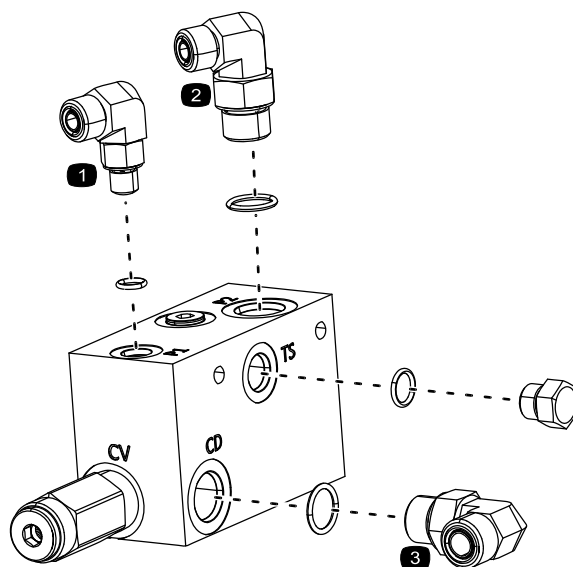

Figure 2
2. Montez les raccords sur le collecteur et serrez-les à la main (Figure 2).
3. Montez l'obturateur sur le collecteur (Figure 2) et serrez-le à un couple de 46 à 57 N·m (34 à 42 pi-lb).